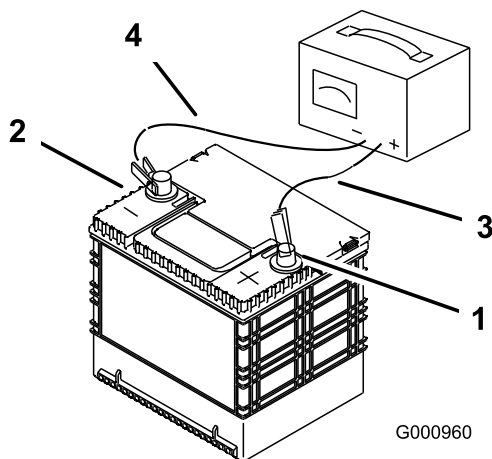

Bild 51
3. Wenn die Batterie ganz aufgeladen ist, ziehen Sie den Stecker des Ladegeräts aus der Dose. Klemmen Sie dann die Klemmen des Ladegeräts von den Batteriepole ab (Bild 51).